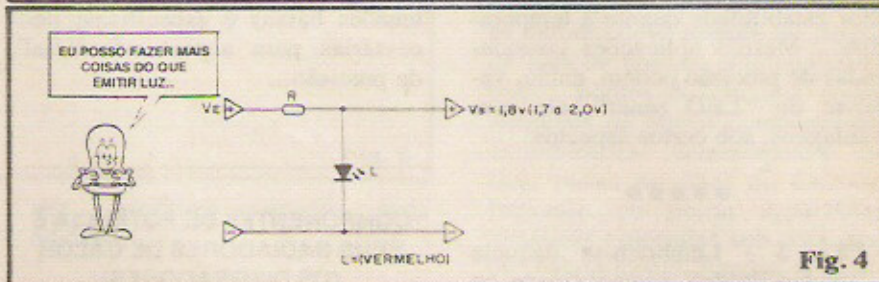

Fig. 4
- FIG. 4 - LEDs, basicamente, não são mais do que diodos, formados por junção única P-N (apenas com uma "dopagem" e materiais semi-condutores diferentes daqueles empregados nos diodos comuns...). Esquecendo - por um momento - que eles **emitem luz** (os diodos comuns também emitem radiação, porém "fora" do espectro visível...), podemos **também** aplicá-los, emergencialmente (ou até "intencionalmen-